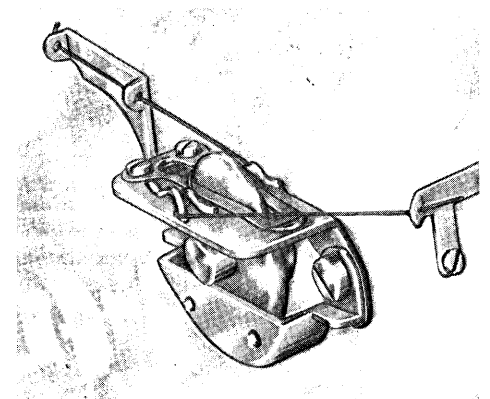

fig. 15
h) Regolazione camma tendifilo (fig. 15)